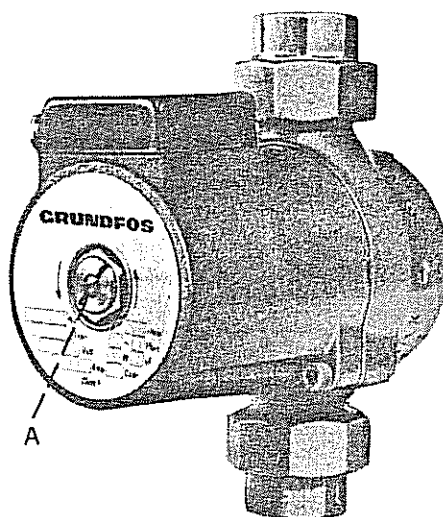

FIG. 1
Grundfos (fig. 1) :
A. - INJECTEUR VEILLEUSE (fig. 1) - WAAKVLAM (fig. 1) :